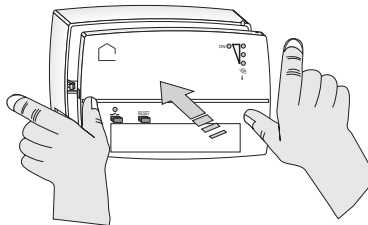
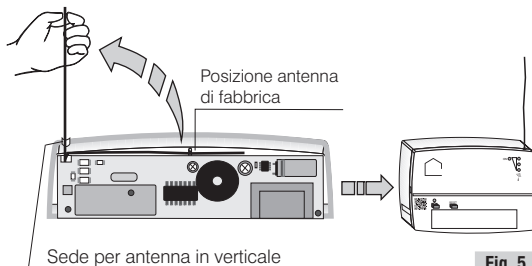

Fig. 4
Fig. 5
- Far passare il filo nel piccolo semiforo appositamente predisposto (fig. 5).
- Richiudere con attenzione il dispositivo (fig. 4 - fig. 5).